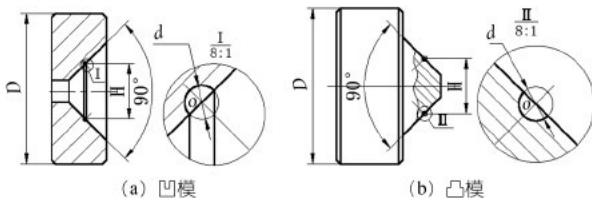

图6 加工示意图
(1) 加工凹模时顺序和技巧 如图6(a)所示。
(2) 加工凹模时顺序和技巧 如图 6(b) 所示